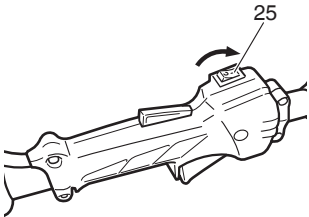

Fig. 15
- (1) Lleve la llave de ignición (25) a la posición ON (encendido). (Fig. 15)